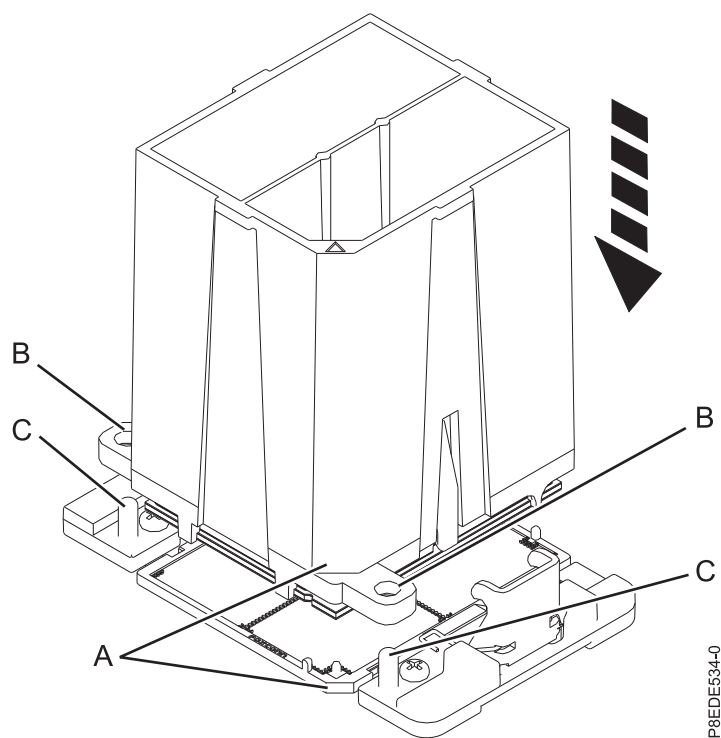

図 13. システム・プロセッサ・モジュールの取り付け
- b. ツールとシステム・プロセッサ・モジュールを下げて、ソケットに乗せます。ツールの斜めになっている角 **(A)** を、ソケットの斜めになっている角と位置合わせします。2 つのガイド・ピン **(C)** をツールの両側にある位置合わせ穴 **(B)** に差し込みます。傾けないように注意して、ツールを水平に下ろします。 15 ページの図 13 を参照してください。